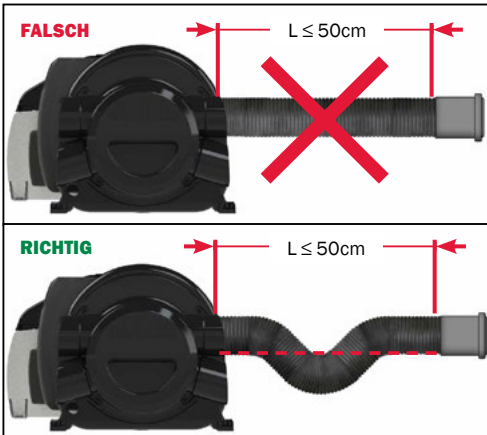

Abbildung 11
- Wenn die Kanallänge weniger als 50 cm beträgt, bilden Sie einen U-förmigen Siphon in der Nähe des Luftauslasses (Abbildung 11), um eine unerwünschte interne Erwärmung